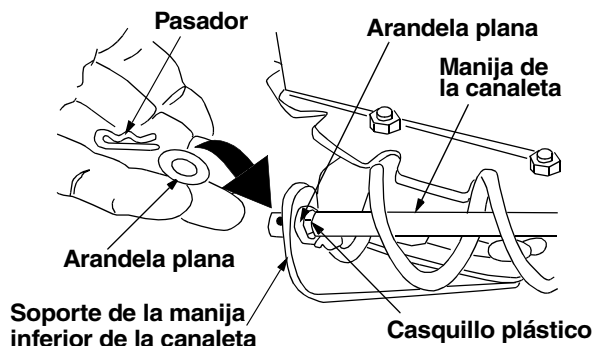

Figura 7
- Coloque una arandela plana de 3/8 de DI (del grupo G del conjunto de ferretería) en el extremo de la manija de la canaleta, a continuación inserte el extremo de la manija en el orificio del casquillo plástico en el soporte de la manija de la canaleta. Vea la Figura 7.
- Coloque la otra arandela plana de 3/8 de DI (del mismo grupo de ferretería) al extremo de la manija de la canaleta e inserte el broche del cabello dentro del orificio al extremo de la manija de la canaleta. Vea la Figura 7.